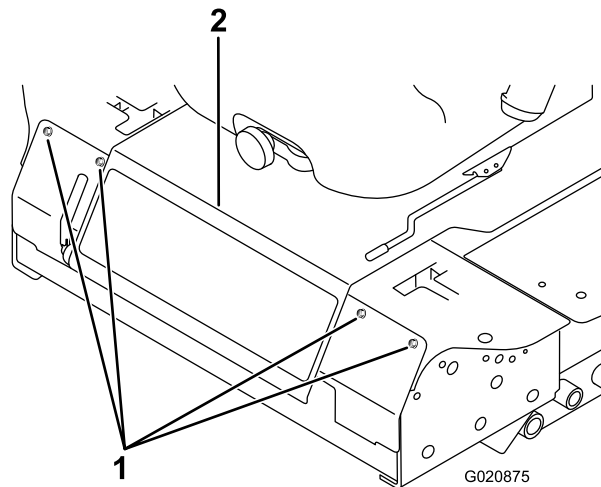

Figura 91
- Afloje los pernos del panel delantero y retire el panel (Figura 91).